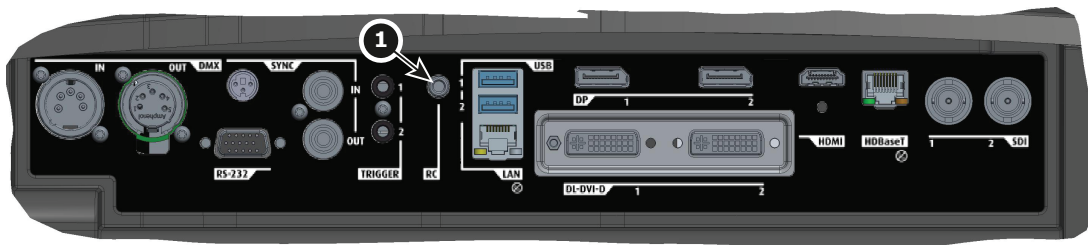

Abbildung 7-2
2. Stecken Sie das andere Ende in den Anschluss an der Kommunikationsschnittstelle des Projektors mit der Beschriftung 'Remote CTRL' (Referenz 1, Abbildung 7-2).